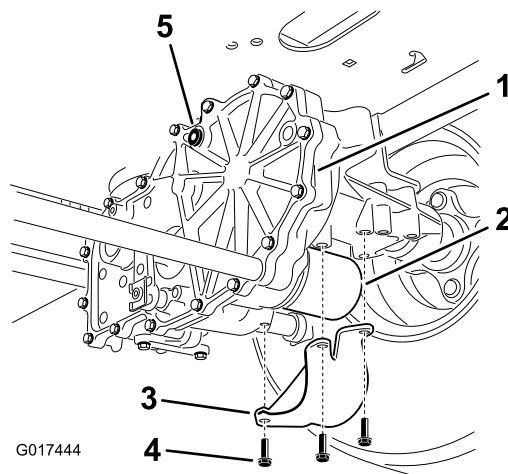

Figure 70
4. Localisez le filtre et les protections sur chaque transmission à boîte-pont (Figure 70).
5. Retirez les 3 vis qui fixent la protection du filtre et déposez la protection (Figure 70).